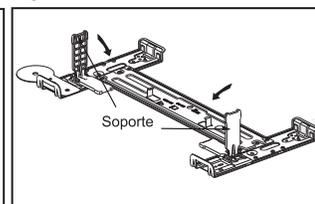
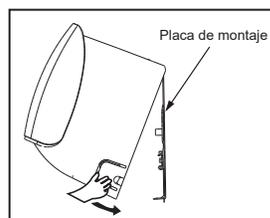

Fig. 18
Fig. 19
- Cierre los dos soportes de la placa de montaje en la pared como se muestra en la Fig. 18. A continuación, mueva la unidad paso a paso para conseguir la mejor instalación y, después, presione la unidad hacia abajo en las 2 ranuras (Fig.19).